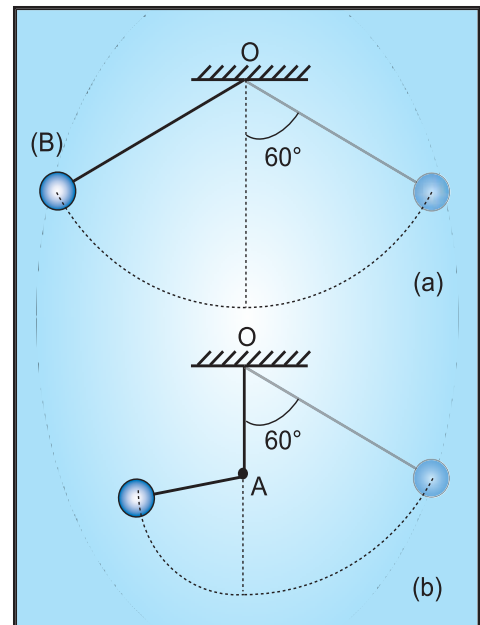

Fig .25
- 9- Un sauteur à l'élastique (C) s'élance d'un pont situé à 40 m au dessus de l'eau d'une rivière. Il est attaché à un élastique de longueur 15 m dont l'autre extrémité est fixée au pont. Sa vitesse devient nulle juste au moment où il affleure l'eau de la rivière.
- 10- Un pendule est constitué d'une boule (B) de masse importante et de petit diamètre suspendue à un fil de longueur 1m fixé au point O d'un support. On écarte le pendule de sa position d'équilibre d'un angle de 60° par rapport à la verticale et on le lâche sans vitesse initiale.
- Montrer que la boule atteint une position symétrique de sa position de départ par rapport à la verticale du point O (Fig 25-a).
- On plante un clou en un point A sur la verticale et au-dessous de O ; la portion de fil OA est bloquée au passage par la verticale du pendule. Déterminer la hauteur à laquelle va remonter la boule quand elle est lâchée de la même position de départ (Fig 25-b).